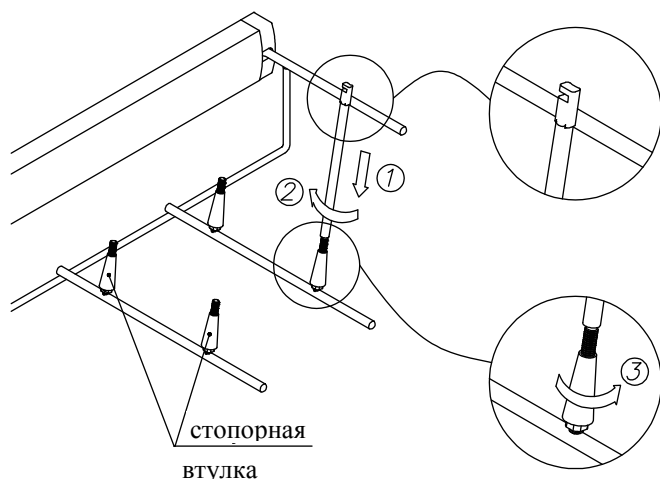

Рис. 10
Зашелки регулятора накручиваются на фрагмент болта на выпирающий выше плоскость стопорная втулка (1), (2). Затяжки должны проводиться до полного контакта с подшипниками рукава kontrolüçü. Правильная позиция противоположного окончания зашелки представлена на Рис. 10.